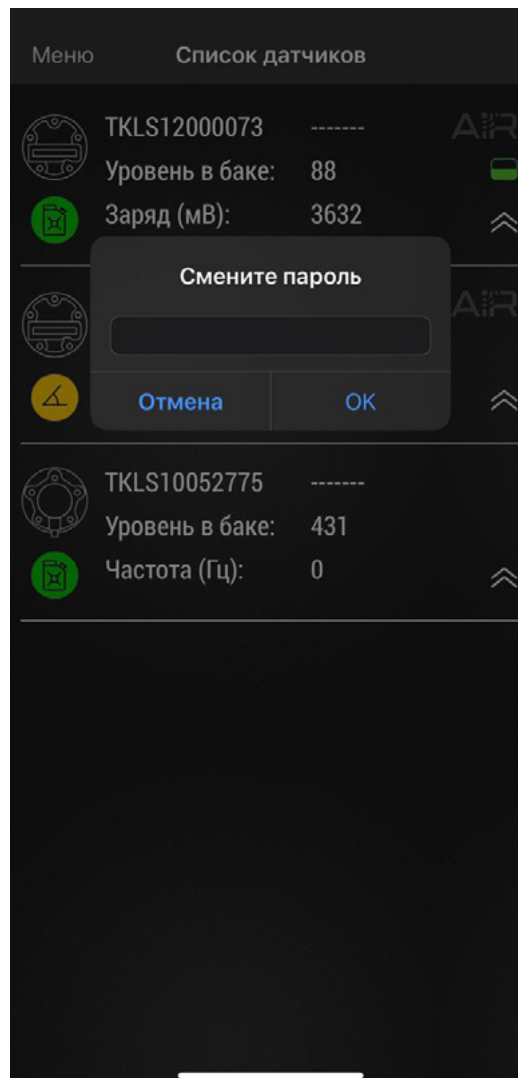

Рис.8. Запрос смены заводского пароля.
- После считывания NFC метки приложение предложит установить новый пароль вместо заводского (**Рис.8**). Введите новый пароль и нажмите «ОК». Пароль должен содержать РОВНО 8 символов – цифр от 0 до 9 и букв латинского алфавита (ЗАГЛАВНЫХ и строчных). В качестве пароля не может быть задан серийный номер датчика и заводской пароль testtest.